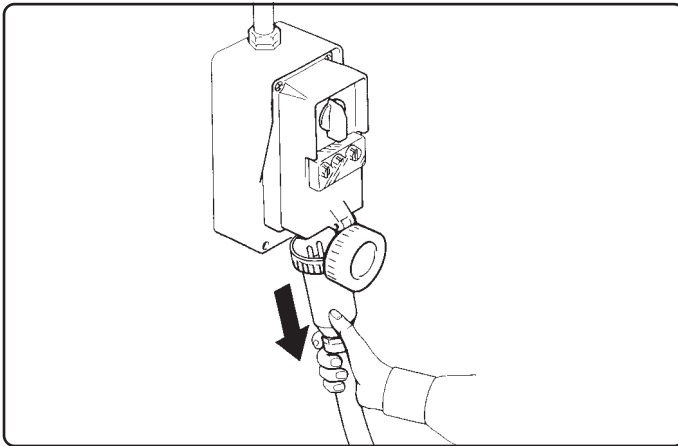

Fig. 2
- Qualsiasi tipo di verifica, controllo, pulizia, manutenzione, cambio e sostituzione pezzi, deve essere effettuata con motovibratore e macchina spenta con spina staccata dalla presa di corrente (Fig. 2).
- Only proceed with inspections, checks, cleaning, maintenance and replacement of parts when the motor-driven vibrator and machine are off and with the plug removed from the current socket (Fig. 2).
- Tout type de vérification, contrôle, nettoyage, entretien et remplacement de pièces doivent être faits quand le motovibrateur est éteint, la fiche débranchée de la prise de courant (Fig. 2).
- Alle Arbeiten, die Prüfungen, Kontrollen, Reinigungen, Wartungsarbeiten, Ersetzungen und das Austauschen von Teilen betreffen, dürfen erst dann ausgeführt werden, wenn der Rüttelmotor und die Maschine ausgeschaltet sind und der Stecker aus der Steckdose gezogen wurde (Abb. 2).
- Todo tipo de inspección, control, limpieza, mantenimiento, cambio y sustitución de piezas, se deberán efectuar con el motovibrador y la máquina detenidos y con el enchufe desconectado de la toma de corriente (Fig. 2).